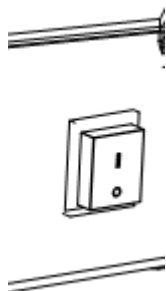

Figura 2
- Colocar o interruptor de rede na posição I e verificar se o ventilador está a funcionar corretamente. (Figura 2)